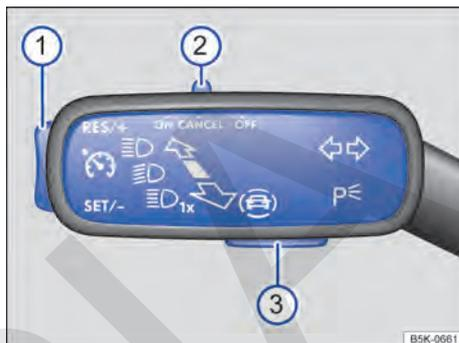

Fig. 140 En el lado izquierdo de la columna de dirección: mando y teclas para manejar el limitador de velocidad.
- Desplace el mando → fig. 140 ② a la posición **ON**.